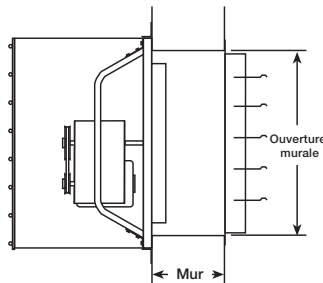

Figure 3 — Pose de ventilateur directement sur mur avec grille sur mur
1. Attacher les (4) panneaux latéraux de la grille à l'aide des vis à tôle de 5/8 po fournies.
4. Déterminer par quelle méthode le ventilateur doit être posé comme indiqué sur les Figures 3, 4 et 5.
- a. La Figure 3 montre une pose directement sur le mur pour ventilateur d'extraction. Monter d'abord le ventilateur au mur. Monter ensuite la grille au mur.